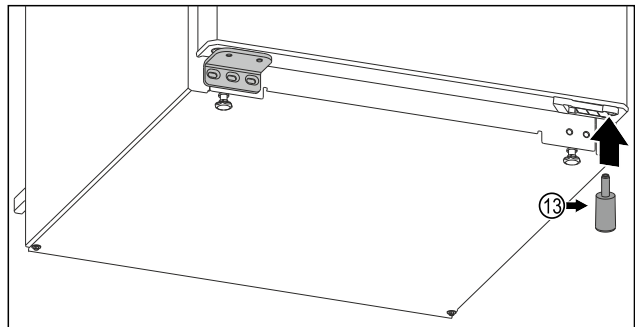

Fig. 18*
- ▶ Element dystansowy Fig. 18 (13) włożyć ponownie do drzwi na dole po prawej stronie, ponieważ jest on istotny dla zachowania stabilności urządzenia.*